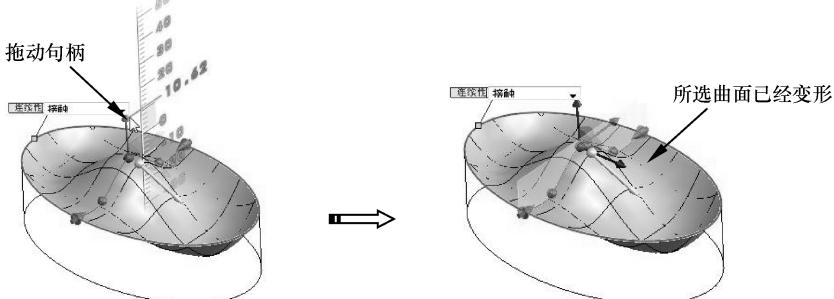

图 3-51 拖动句柄改变曲面形状
- 07 只调节一个方向的坐标，如轴句柄，或者拖动三重轴上竖直方向的句柄，使所选曲面变形，结果如图 3-51 所示。